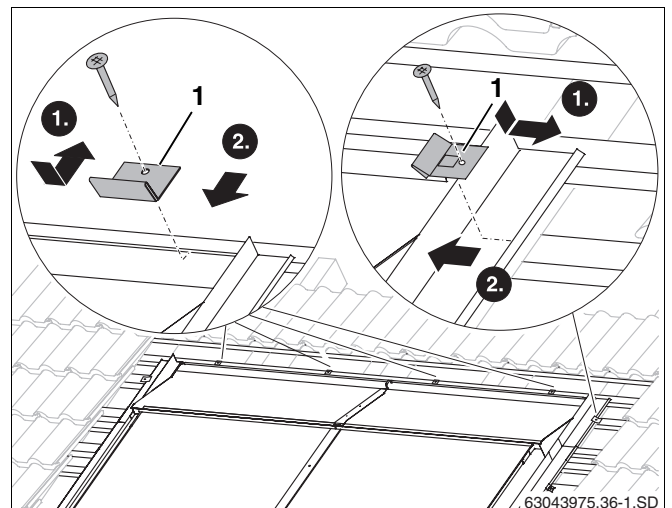

Fig. 58 Fijación de las chapas protectoras superiores con topes
- ▶ Sitúe el tope (fig. 58, **pos. 1**) en el borde de la chapa protectora.